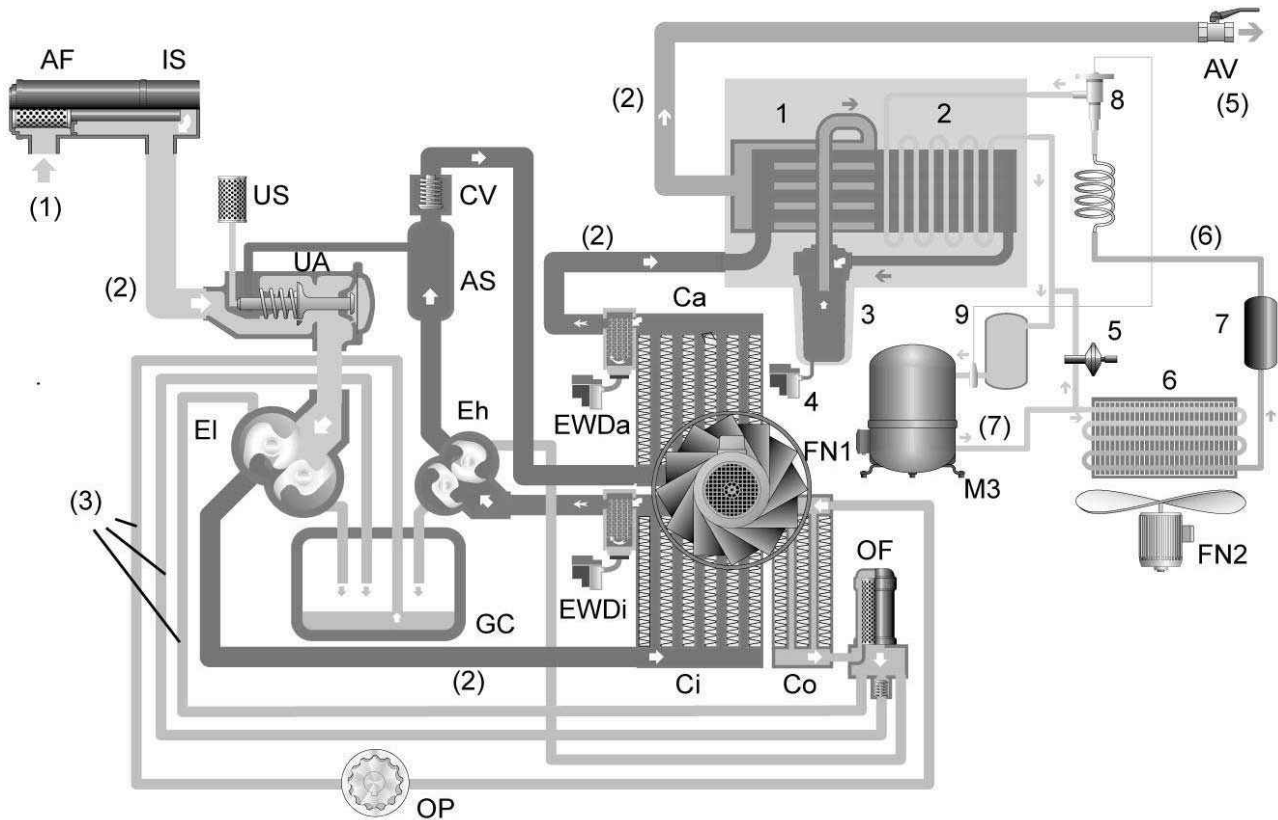

図7.1 負荷運転中(ドライヤー体形)
7.1.1 空気の流れ(図7.1)
7.1.2 オイルの流れ(図7.1)
7.1.3 冷却システム(図7.1)
1) 負荷運転時(図7.1)
7.2.1 圧縮空気回路(図7.1)
7.2.2 冷媒回路(図7.1)